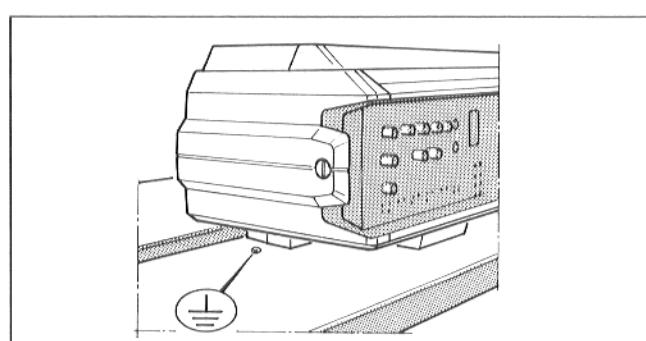

Рис. 43
- Защитный провод (желто-зеленый) должен быть в следующем порядке привинчен в отверстии : кожух котла, зубчатый диск, защитный провод, винт для листового металла (см. рис. 43).